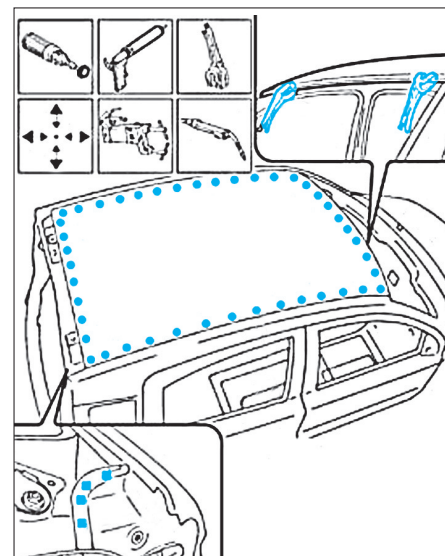

FIG. 43
• Ajuster le pavillon, puis souder comme illustré (Fig.43).